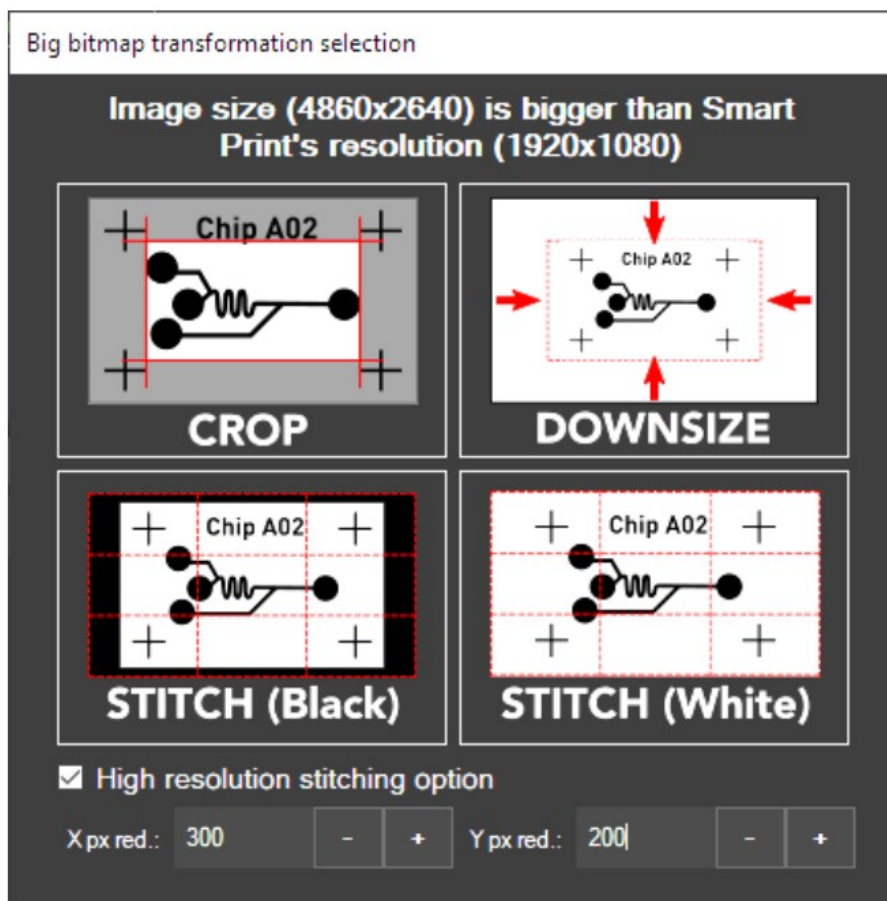

图 17 -弹出“大位图转换选择”对话框
如果至少有一个维度高于标准维度, 那么在将图形添加到图形列表时将弹出一条消息(图 17)。然后有三种选择:
- 在绘图列表中添加一个位图，点击 **ADD A DRAWING** 按钮，然后在 **Big bitmap transformation selection** 大位图转换选择弹出对话框中选择 **STITCH (Black)** 或者 **STITCH (White)**(图 17)。
如果在弹出的图 17 对话框中勾选高分辨率选项，图像将被分割成更小的子图像，以减少光学几何像差的影响，然后提高光刻的整体质量。然而，子图像数量的增加会导致更多的场连接与其固有误差。关键参数 X px. red, 和 Y px. red。分别减小每个子图像的宽度和高度。当模式相对于投影像素的大小而言相对较小时(通常小于像素大小的 5 倍)，强烈建议使用高分辨率模式。